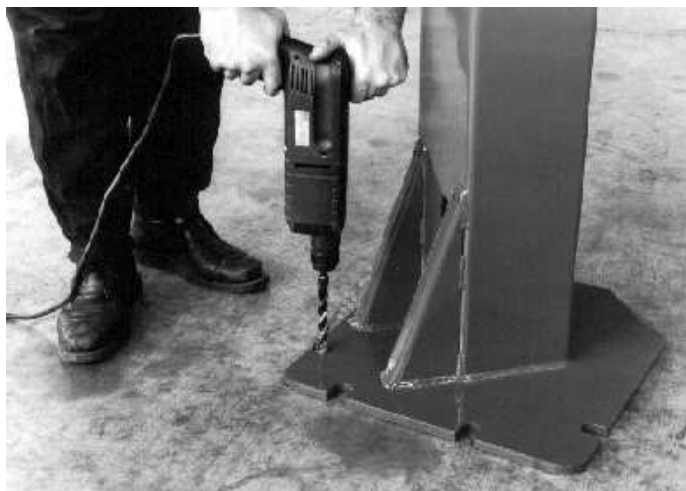

Fig.13 Abb.13
2) Sollevare la colonna in posizione verticale, usando la base come dima forare il pavimento con una punta da calcestruzzo Ø24 per una profondità di circa 200mm (fig.13).
2) Lift the post into the vertical position using the base as the template; drill the floor with a 24 Ø bit for concrete down to a depth of about 200 mm (Fig.13).
2) Placer la colonne à la verticale et en utiliser la base comme gabarit pour percer le sol à l'aide d'une mèche à béton Ø 24, sur une profondeur d'environ 200 mm (fig.13).
2) Heben Sie die Säule in die vertikale Position an und bohren Sie unter Verwendung der Basis als Schablone den Boden mit einem Bohrer für Beton Ø24 und bis auf eine Tiefe von ca. 200 mm (Abb.13).
2) Zet de zuil verticaal. Boor met de onderkant als mal met een 24 Ø boor voor beton ongeveer 200 mm diepe gaten in de vloer (Fig. 13).